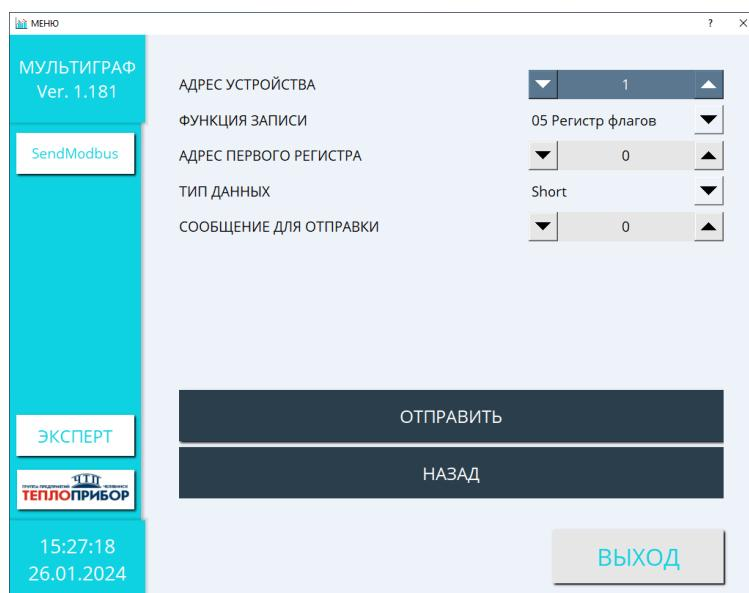

Рисунок 2.58 – Отправка Modbus-команды
**2.4.3.2 Функция «ОТПРАВИТЬ МОДБАС КОМАНДУ»** позволяет отправить команду записи регистра по выбранному адресу устройства (рис. 2.58).